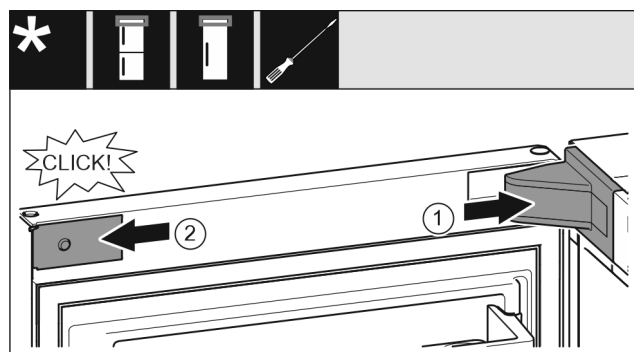

Fig. 21
- Namestite pokrov in ga zatakните, po potrebi ga previdno potisnite narazen. Fig. 21 (1)
- Ob strani namestite zaslonko in jo zatakните. Fig. 21 (2)